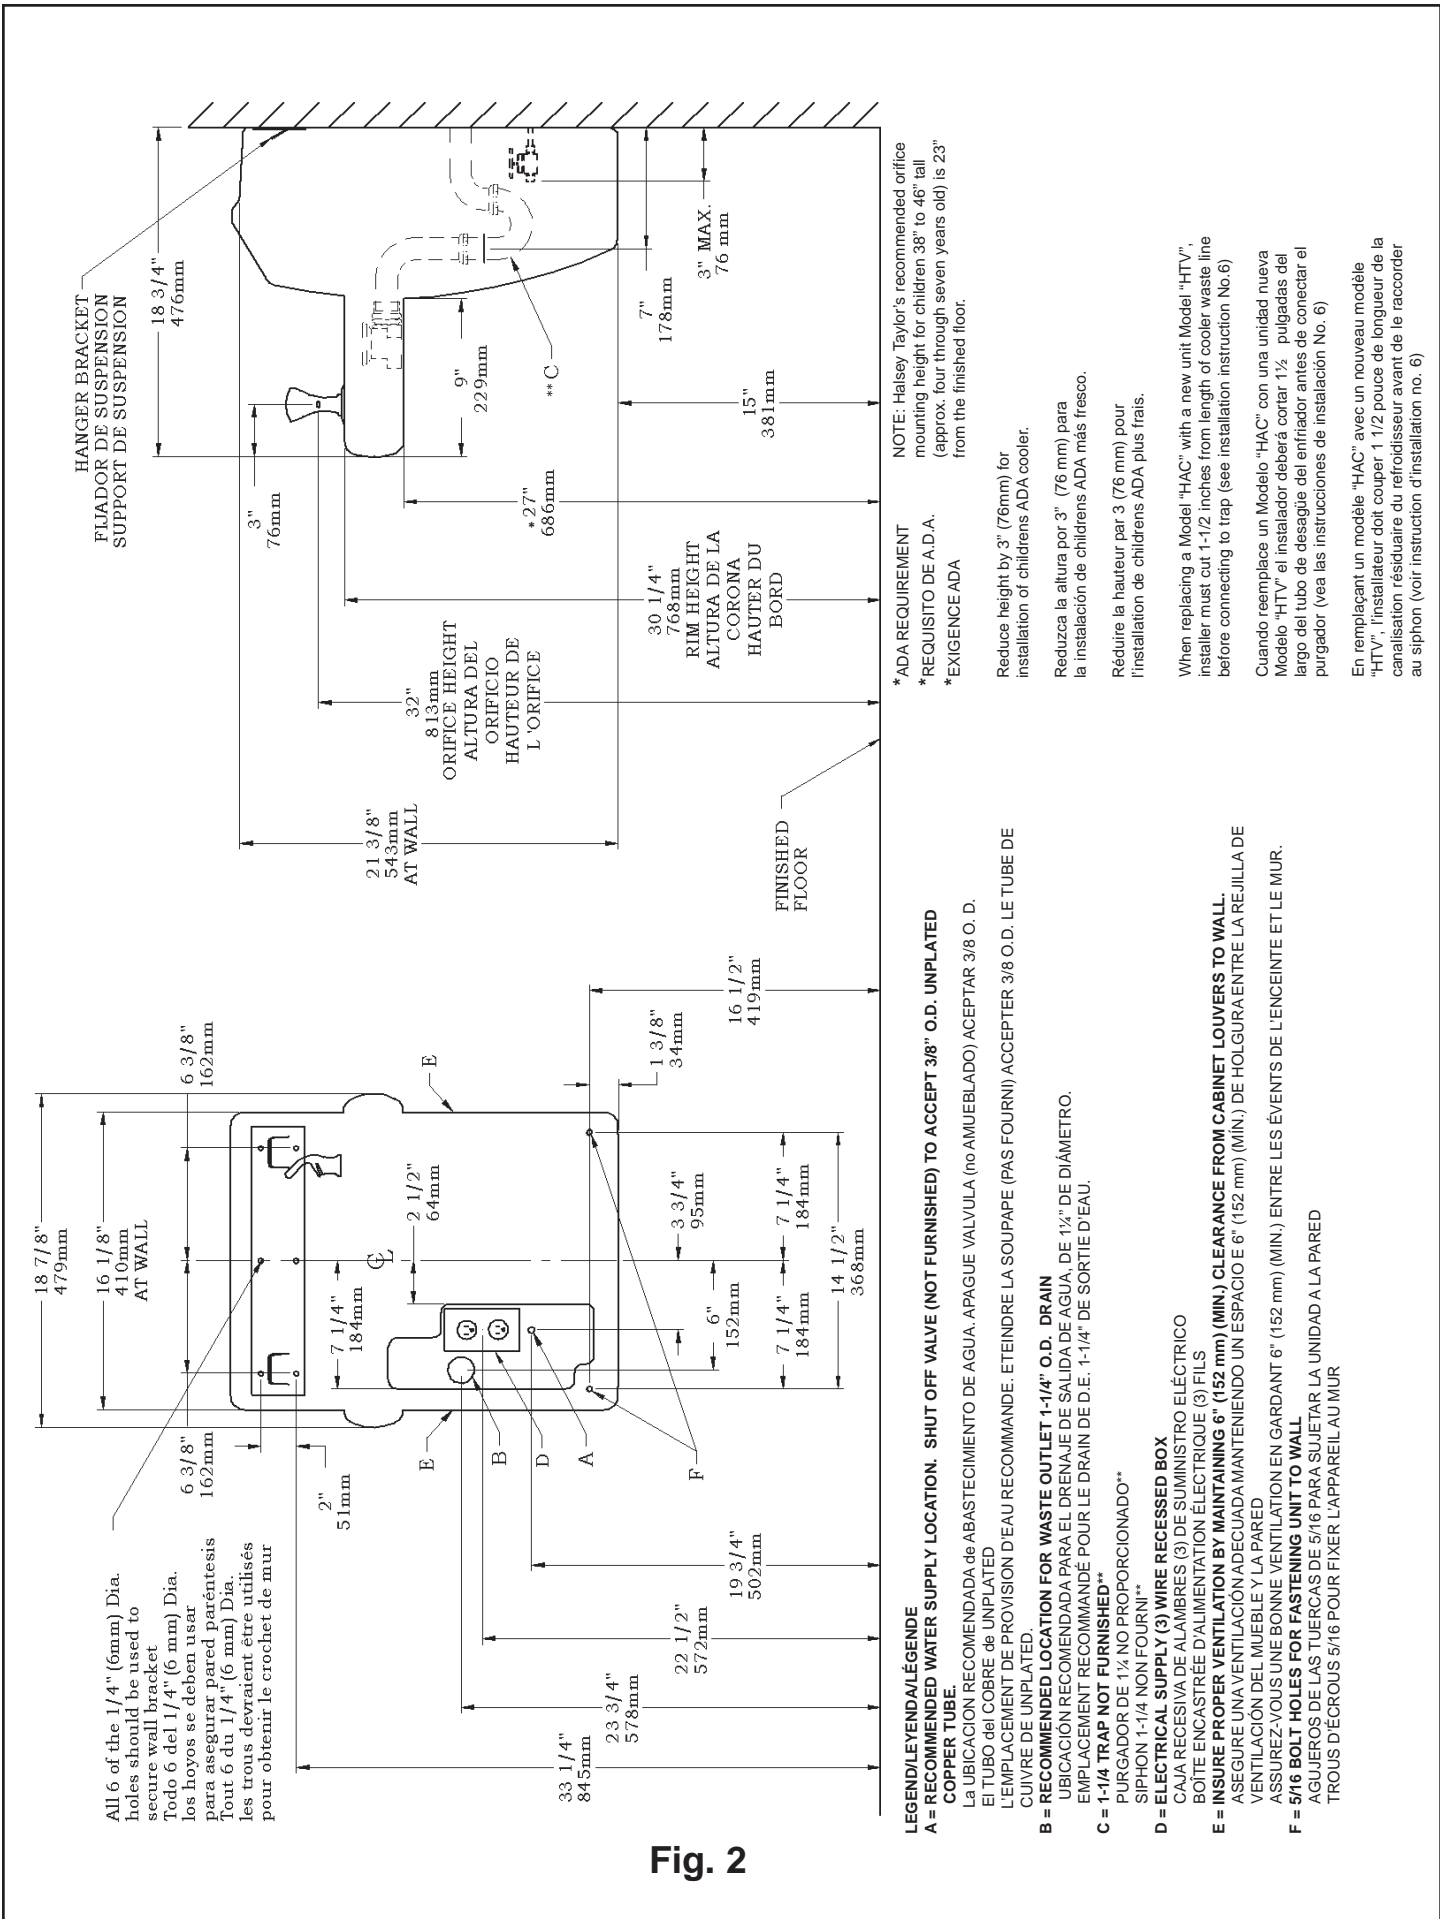
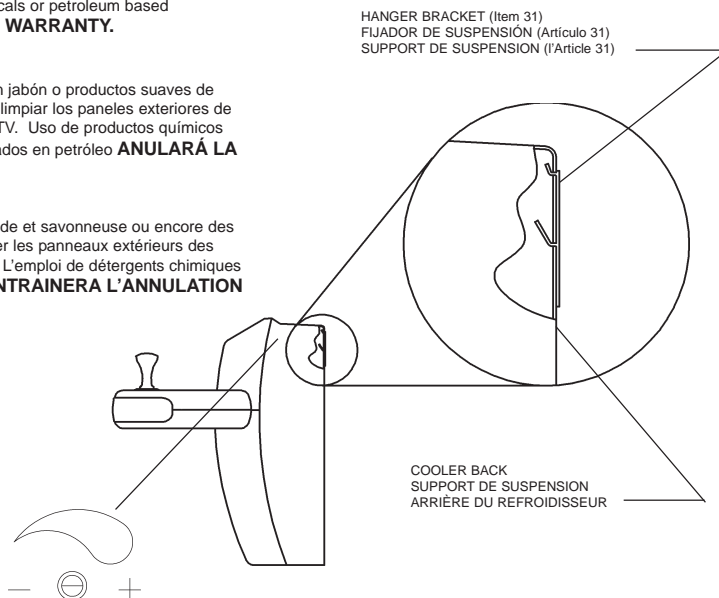

Fig. 2
Fig. 3
- 1) Remove the hanger bracket fastened to back of the cooler by removing one (1) screw.
- 2) Mount the hanger bracket as shown in Fig. 2 & Fig 3.
- 3) Hang the cooler on the hanger bracket. Be certain the hanger bracket is engaged properly in the slots on the cooler back as shown in Figure 3.
- 9) Stream height is factory set at 35 PSI. If supply pressure varies greatly from this, adjust screw located on upper side of frame (Item 36). See Fig. 3. CW adjustment will raise stream and CCW adjustment will lower stream. For best adjustment, stream should be 1-1/2" above bubbler hood. (See Fig. 8)
- 1) Quita gancho paréntesis abrochó para apoyar de más fresco quitando uno (1) tornillo.
- 2) Monta el paréntesis de gancho como mostrado en la Fig 2. & Fig 3.
- 9) La altura de la corriente es el conjunto de la fábrica en 35 PSI. Si la presión de la fuente varía grandemente de esto, ajuste el tornillo situado en el lado superior del bastidor (Artículo 36). Vea Fig. 3. El ajuste de CW levantará la corriente y el ajuste de CCW bajará la corriente. Para mejor ajuste, la corriente debe ser 1-1/2" encima de capucha de bubbler. (Vea Fig. 8)
- 1) Enlève le crochet de cintre a attaché pour soutenir de plus frais en enlevant celui (1) la vis.
- 2) Monter le crochet de cintre selon la Fig 2 y 3.
- 3) Accrochez le refroidisseur au support de suspension. Vérifiez que le support de suspension est correctement inséré dans les fentes situées au dos du refroidisseur comme indiqué sur la Figure 3.
- 9) La hauteur de ruisseau est la série d'usine à 35 PSI. Si la pression d'approvisionnement varie considérablement de ceci, ajustez la vis plac du côté supérieur de l'armature (l'Article 36). Voir la fig. 3. L'ajustement de CW élèvera l'ajustement de ruisseau et CCW baissera le ruisseau. Pour le meilleur ajustement, le ruisseau devrait être 1-1/2" au dessus du capuchon de bubbler. (Voir la fig. 8)